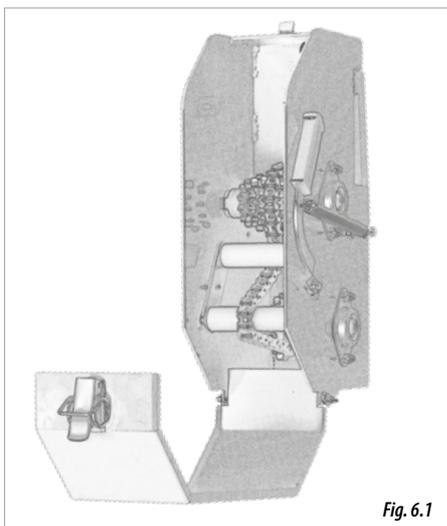

Fig. 6.1
- 1- ЦЕПНАЯ КОРОБКА ПЕРЕДАЧ (рис. 6.1).